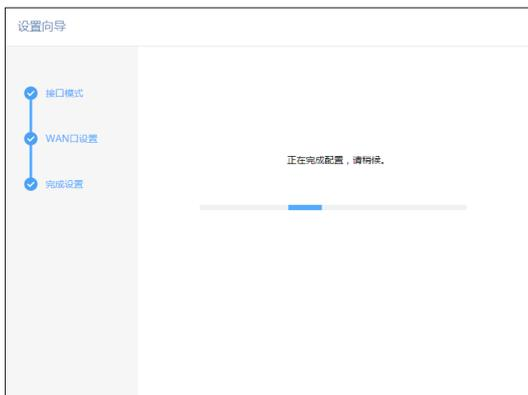

图4-8 配置完成
6. 确认无误后单击完成，进入配置页面，如图4-8所示，整个配置过程大约会持续几分钟，如果在此连接过程中，您关闭了设置向导，该接口的配置工作仍会在后台进行。